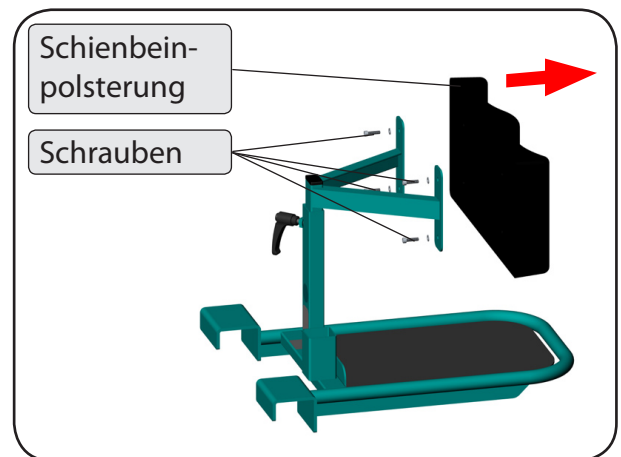

Abbildung 33
21. Lösen Sie an der Schienbeinstütze die vier Schrauben und nehmen Sie die Schienbeinpolsterung ab (Abbildung 33).